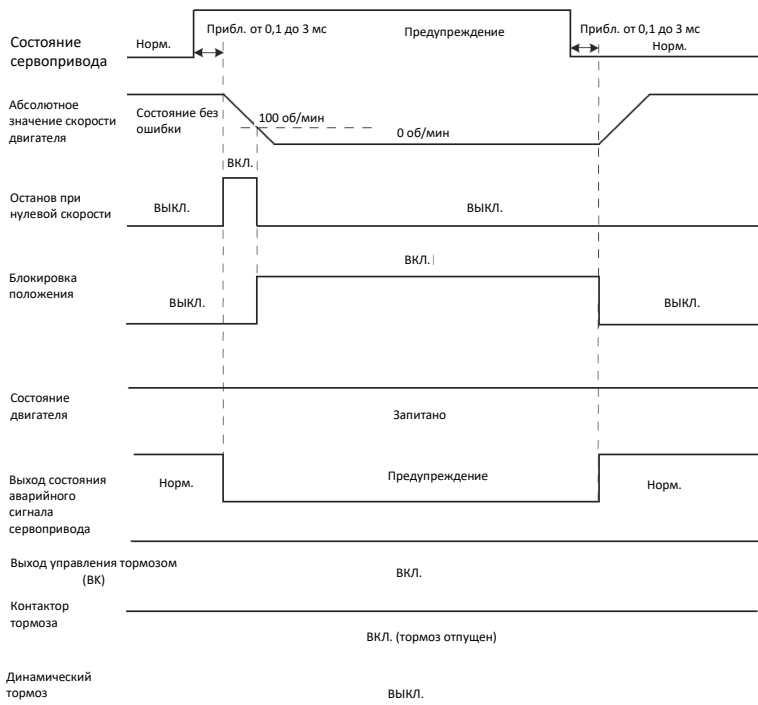

Рис. 2-24. Временная диаграмма предупреждений, вызывающих останов
- Если в серводвигателе возникает предупреждение № 3, такое как Er.900 (аварийное торможение через дискретный вход), Er.950 (предупреждение от положительного концевого выключателя) и Er.952 (предупреждение от отрицательного концевого выключателя), то происходит останов сервопривода в соответствии с рис. 2-24 «Временная диаграмма предупреждений, вызывающих останов» на стр. 50.